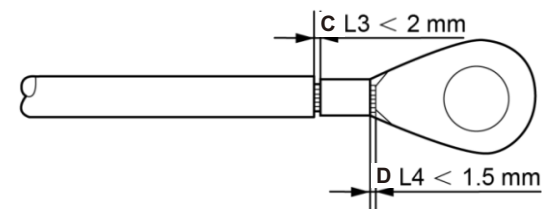

Figura 3.16 Descasque o fio
- 4) Insira o fio desencapado na área de crimpagem do terminal OT e use a braçadeira hidráulica para prender o terminal ao fio (consulte a Figura 3.16).